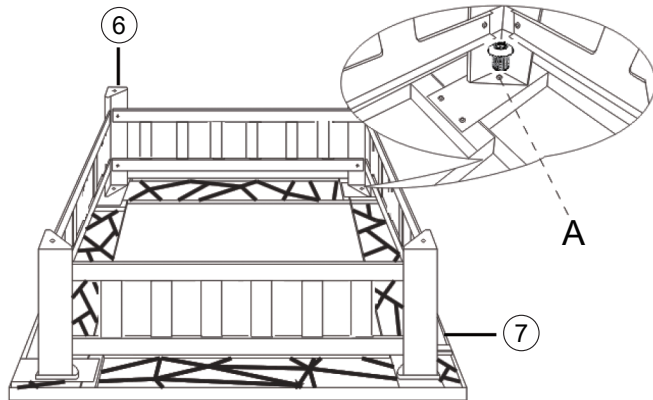

Abb.3
Befestigen Sie die Beine (6) mit den Schrauben (A) am oberen Rahmen (7). Ziehen Sie alle Teile entsprechend mit einem Inbusschlüssel (D) (enthalten) und einem verstellbaren Schraubenschlüssel fest, bis alle Teile sicher zusammenpassen. Drehen Sie den zusammengebauten Feuerstellenrahmen um, sodass er sicher (mit den Beinen nach unten) auf einer ebenen Fläche steht. (siehe Abb. 3)